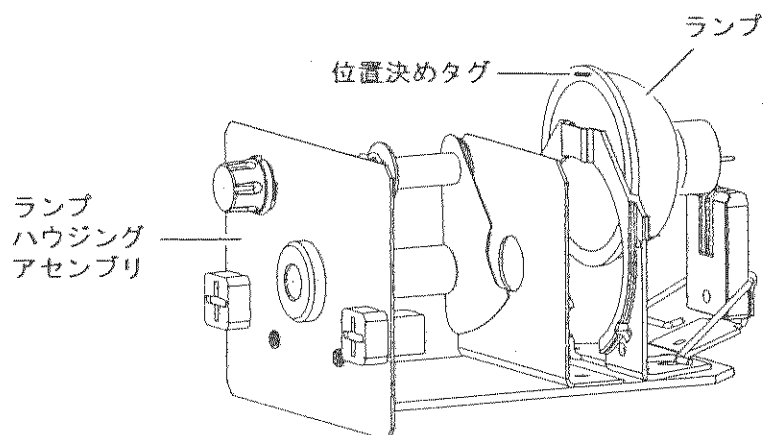

図 2-2
- 2.2 位置決めタグが真上に来るようにランプの位置を定め (図 2-2 参照)、ランプ全体を下向きに強く押しつけてしっかりとホルダーに据えます。